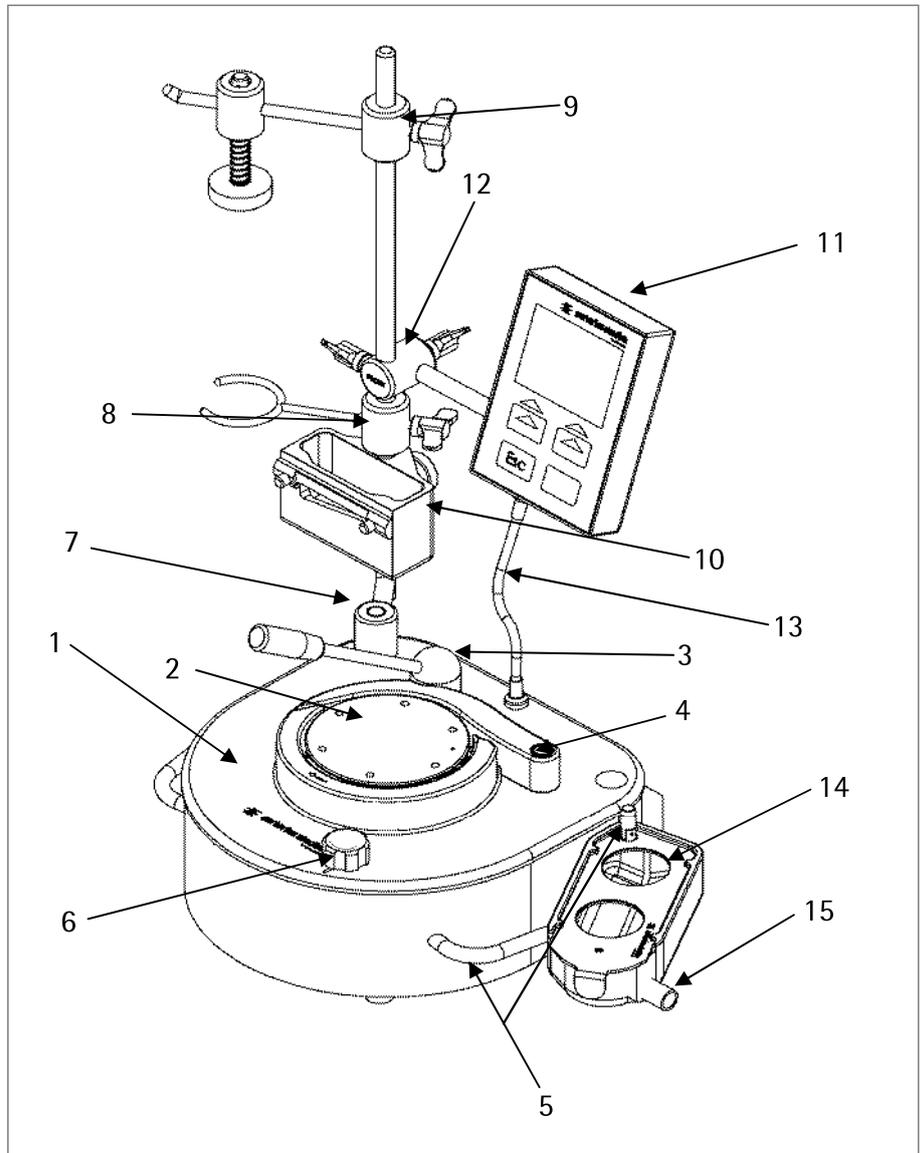
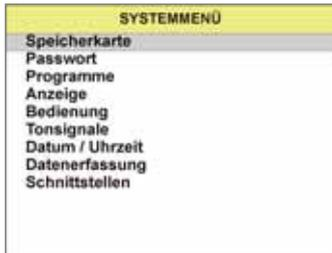

Abb. 1
Abb. 10
Die Sterisart® Universalpumpe (Version 16420, siehe Abb. 1) besteht aus Pumpengehäuse (1) mit Pumpenkopf (2), Hebel (3), Bügel (4) und Griffen (5). Auf dem rechten Griff sitzt weiterhin ein Bolzen mit Kippfixierung für den Ablaufbehälter (14). Vorne rechts sitzt der Wählknopf (6). Auf der linken Seite der Pumpe befindet sich das Stativ (7) mit Flaschenhalter (8) und Haltearm (9) sowie der optionale Ampullenbrecher (10). Am Stativ wird weiterhin die Bedieneinheit (11) über die Klemmung Bedienteil (12) befestigt und mit dem Verbindungskabel (13) mit Stecker an der Pumpe angeschlossen (siehe Abb. 1).
An der rechten Seite der Pumpe ist der Ablaufbehälter (Abb. 1; 14) für die Sterilitätstestbehälter angebracht. An ihm kann ein Ablaufschlauch an dem dafür vorgesehenem Anschlussstutzen (Abb. 1; 15) angeschlossen werden.
- Stecken Sie das Stativ (Abb.1, 7) hinten links auf die Stifte des Pumpenoberteils bis es fest sitzt. Die Bohrungen im Fuß des Statives erlauben unterschiedliche Positionierungen des Statives.
- An dem Stativ befestigen Sie zuerst den Flaschenhalter (Abb. 1, 8), danach die Klemmung Bedienteil (Abb. 1, 12) mit dem externen Bedieneinheit (Abb. 1, 11; nur bei Version 16420) und Haltearm (Abb. 1, 9). Anschließend stellen Sie bitte die elektrische Verbindung über das Kabel und Steckerkontakt (Abb.1, 13) des Bedienteils zur Pumpe her. Bei Bedarf bringen Sie vorher den Ampullenbrecher (Abb. 10) an.
- Stecken Sie den Bügel (Abb. 1, 4) und den Klemmhebel (Abb. 1, 3) auf die entsprechenden Bolzen auf der Oberseite der Pumpe. Der Hebel ist mit einer Kunststoffhülse ummantelt, die zu Reinigungszwecken entfernt werden kann. Sollte im Laufe der Benutzung diese Hülse Verschleißerscheinungen aufweisen, kann diese als Ersatzteil nachbestellt werden (siehe Kapitel 14).
- Nach Anbringung des Ablaufschlauches an den Anschlussstutzen (Abb. 1, 15) des Ablaufbehälters (Abb. 1, 14) bringen Sie diesen an dem dafür vorgesehenen Bolzen mit Kippfixierung auf dem rechten Griff (Abb. 1, 5) an. Der Ablaufbehälter sowie die Abdeckplatte werden durch Umlegen der Kippfixierung befestigt.
Durch zweimaliges Wählen des Softkeys „Menü“ gelangt man in das Systemmenü (Abb. 10) der Pumpe. Hier können folgende Parameter verstellt werden.